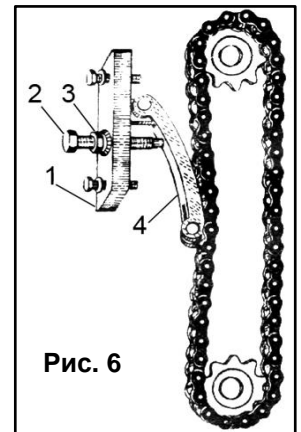

Рис. 6
- Ослабьте гайку (3) вкручивайте винт (2) в прижимную подставку (1) до тех пор, пока прижимная пластина (4) хорошо не натянет цепь, после чего зажмите гайку (3) (См. Рис.6).